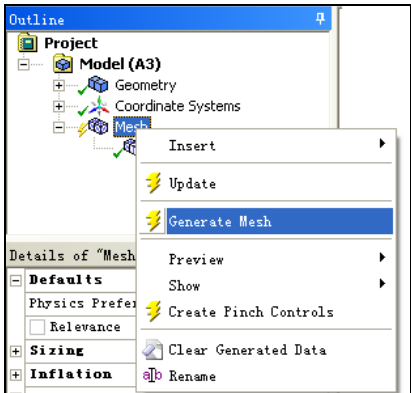
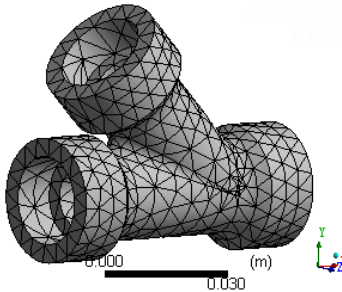

图 3-59 Mesh 快捷菜单
图 3-60 网格效果
**步骤 03** 在 Mesh 项上单击鼠标右键，在弹出的快捷菜单中选择  Generate Mesh 命令，如图 3-59 所示。当弹出的网格划分进度条消失后会生成如图 3-60 所示的网格。